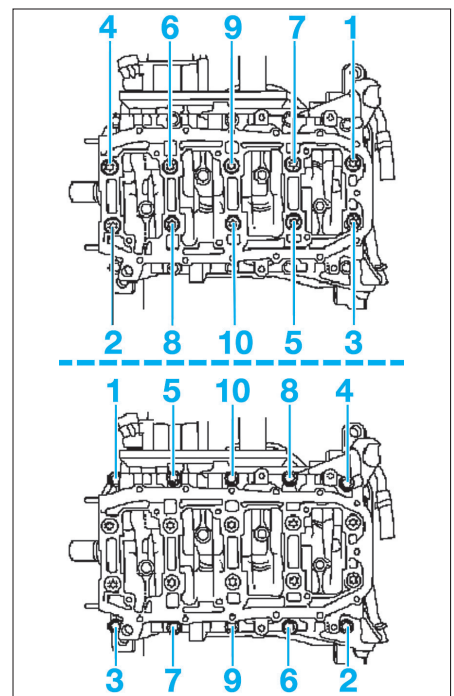

Fig. 60
- Reposer le carter de paliers de vilebrequin dans les 10 minutes, en respectant les couples et ordres de serrage prescrits (commencer par les vis intérieures puis extérieures (Fig.60).